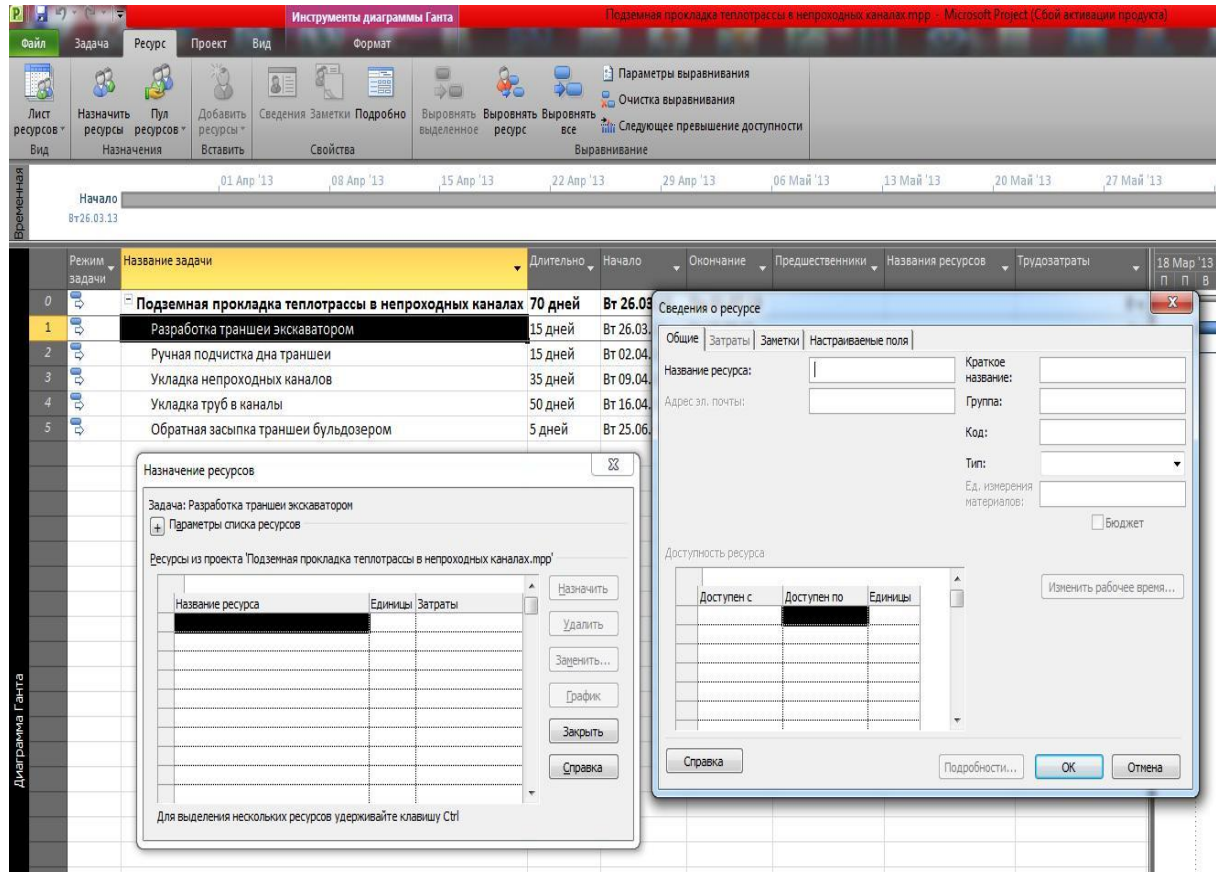

Рис. 19 Окно «Сведения о ресурсе»
4) В окне «Назначение ресурсов», в столбце «Название ресурса» щелкаем два раза левой кнопкой мыши на пустой ячейке. Открывается окно «Сведения о ресурсе» (рис. 19);